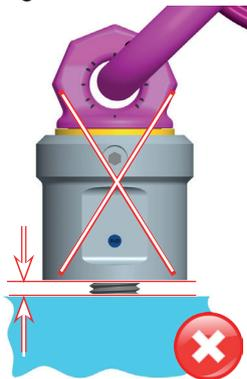

Abb. 5: Der Anschlagpunkt muss vollständig eingeschraubt sein.
- Die überstehende Gewindelänge muss an die Einschraubsituation angepasst werden, so dass die Auflagefläche des Anschlagpunktes anliegen kann (Abb. 5).